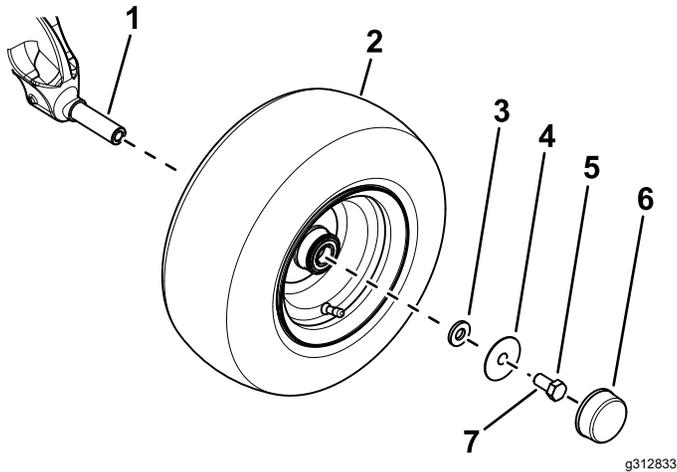

図 3
- B. 小ワッシャ、大ワッシャ、ボルト $\frac{5}{8}$ " x $1\frac{1}{4}$ "を使用してアクスルスピンドルにホイールを固定する 図 3。
- D. ホイールにダストキャップを取り付ける 図 3。